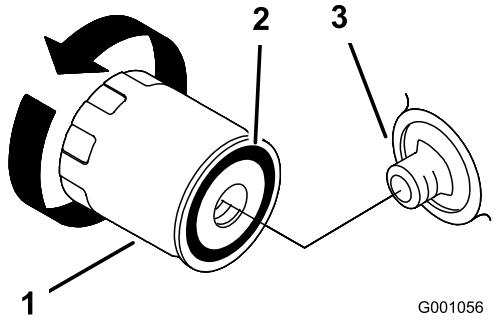

図 23
- オイル・フィルタを取り外し、フィルタのアダプタ・ガスケットの表面をきれいに拭く(図 23)。
- 新しいフィルタのガスケットにオイルを薄く塗る(図 23)。
- アダプタにフィルタを取り付け、ガスケットがアダプタに当たるまでフィルタを右に回し、そこから更に 2/3~1 回転増し締める(図 23)。